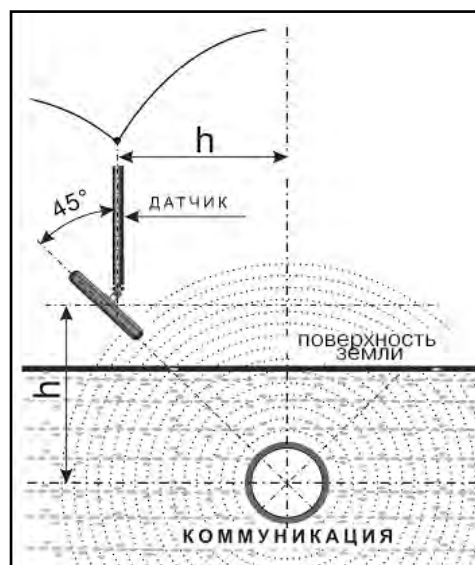

Рис.9.1
2. При положении антенны ЭМД перпендикулярном трассе и под углом 45° к поверхности земли, минимум сигнала наблюдается на удалении от точки «над трассой», равном глубине залегания коммуникации, когда ось антенны пересекает ось трассы. Это косвенный метод измерения глубины залегания коммуникации (рис.9.1).